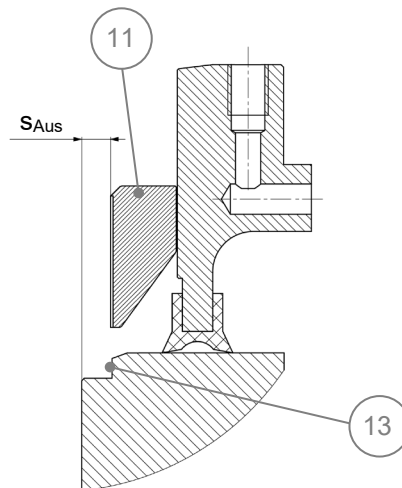

Bild 6: Axiales Ausrichten mit Hilfe von Zeiger (Pos. 11) und axialer Ausrichtmarkierung (Pos. 13)
- Nachdem Gehäuse und Trommelflansch verbunden wurden, muss die Kupplung axial ausgerichtet werden. Als Indikator dient die Ausrichtung der Oberflächen des Zeigers (Pos. 11) und der abgesetzten Nabe (Pos. 13) zueinander, siehe Bild 6.